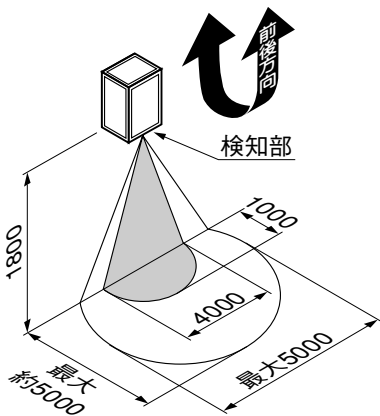
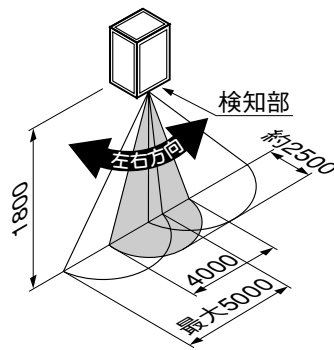

図1-2 前後検知範囲の目安
図1-3 左右検知範囲の目安
- ① 壁スイッチをOFFにしてください。
- ② フランジカバーを取外してください。
- ③ 点灯保持時間を「5秒」、明るさセンサを「明るめ」、お出迎え時間を「切」、フラッシュ開始時間を「すぐ」にして調整ツマミを設定してください。
- ④ 検知部を動かして、検知範囲を設定してください。(図1-2、図1-3参照)
- ⑤ 壁スイッチをONにして検知範囲の外へ出て待ち、約40秒後に消灯することを確認してください。